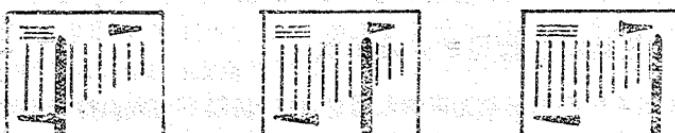

图2 调谐指示电表
8. 指示电表：无信号时可以指示机内电源电压。调谐准确时，表针将移至最右边（如图2）。